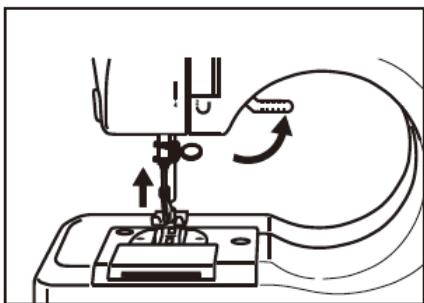

Abb. 11
2. Heben Sie den Nähfußhebel an und legen Sie den Stoff, den Sie nähen möchten, unter den Nähfuß (Abb. 11).